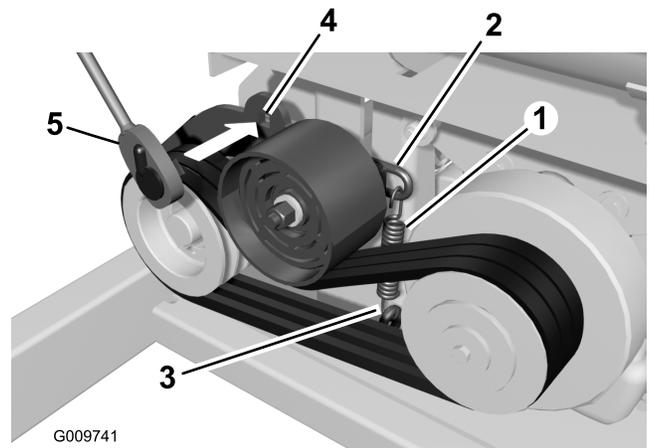

Figura 55
2. Compruebe la condición de la correa (Figura 55).
- B. Introduzca una llave de tubo en el taladro cuadrado del brazo tensor y gire la llave hacia arriba (Figura 55).
4. Para aumentar la tensión del muelle y por tanto la de la correa, reduzca la altura del perno de ojal aflojando la tuerca superior del perno de ojal y apretando la tuerca inferior (Figura 55 y Figura 58).